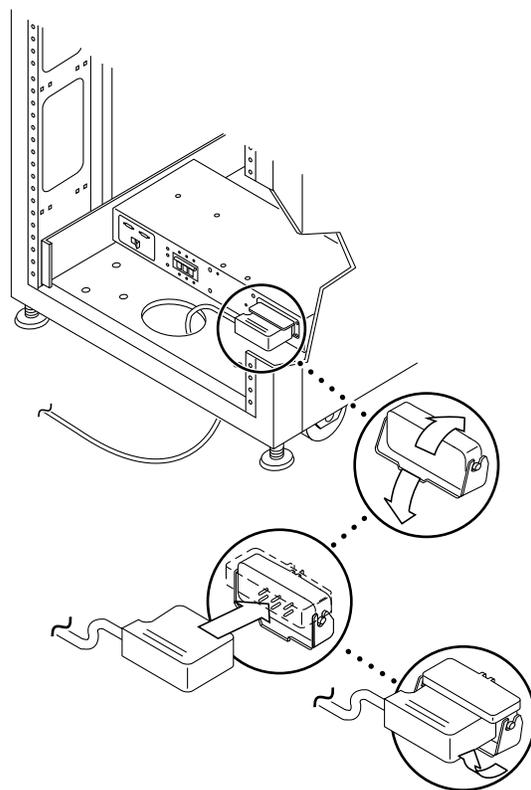

図 3-3 AC 電源コードの接続
5. 各 AC 電源コードのメス側を、電源シーケンサのコネクタに接続します (図 3-3)。ラッチをひっくり返してカバーを開き、コネクタに接続します。